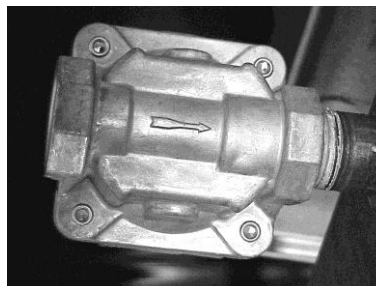

Fig. 2
Ce grill est offert avec un régulateur de pression du gaz convertible pré réglé à 10 cm de colonne d'eau (CE) pour le gaz naturel. Aucun réglage supplémentaire ne devrait être nécessaire. Installez le régulateur aussi près que possible du grill sur la conduite d'alimentation en gaz. Assurez-vous que la flèche au-dessous du régulateur est orientée dans la direction de la circulation du gaz au grill (Fig.2) et que le régulateur est placé avec le bouchon d'aération ainsi que le couvercle de la prise de conversion à droite (Fig. 3).